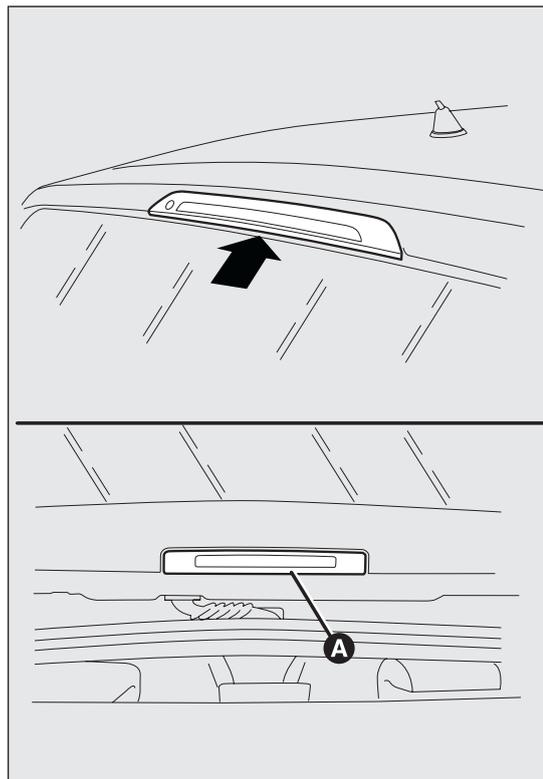

fig. 170
- retirar la tapa A fig. 170;
- volver a montar la tapa A fig. 170 y cerrar el maletero.